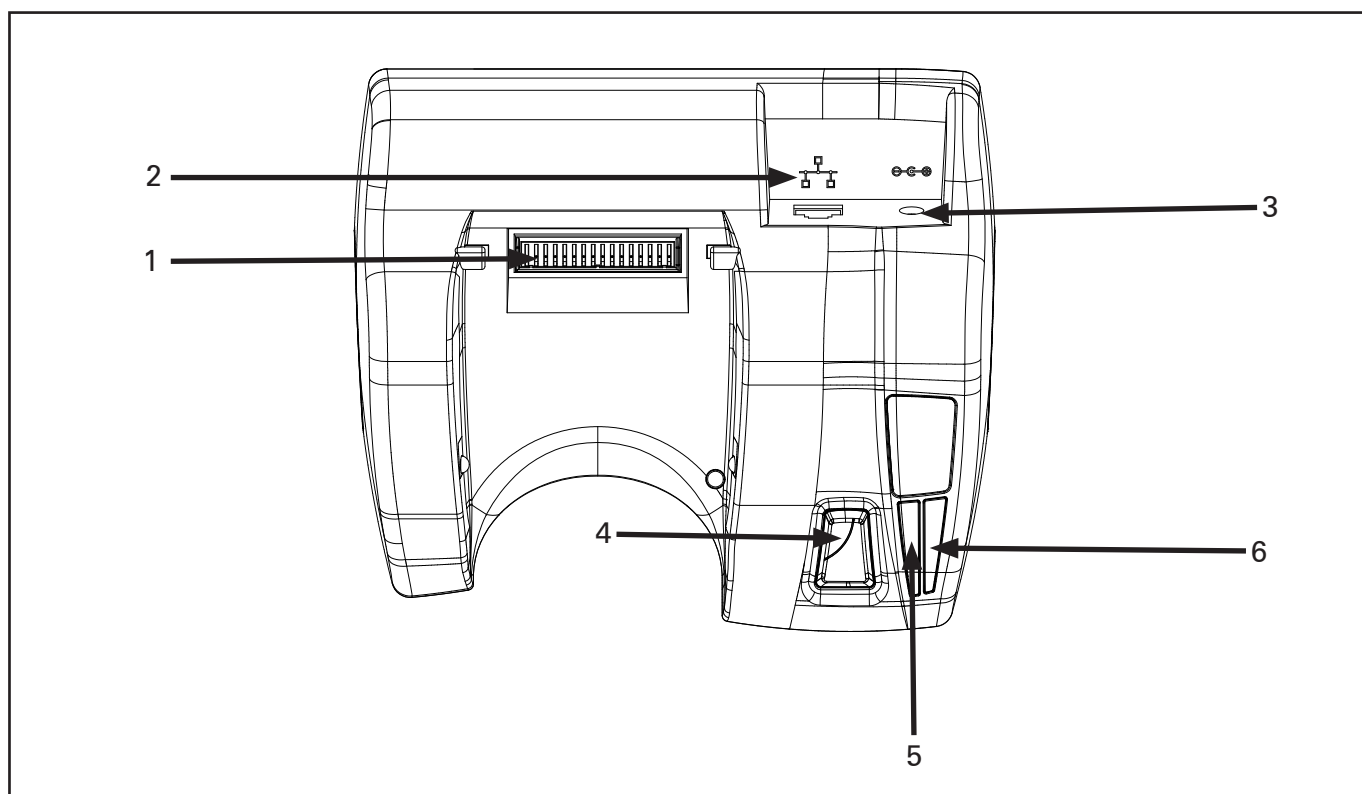

Figura 1: QLnEC
2. Collegare l'adattatore di alimentazione sul retro della culla (N° 3 nella figura 1).
3. Inserire il cavo Ethernet sul retro della culla (N° 2 nella figura 1).